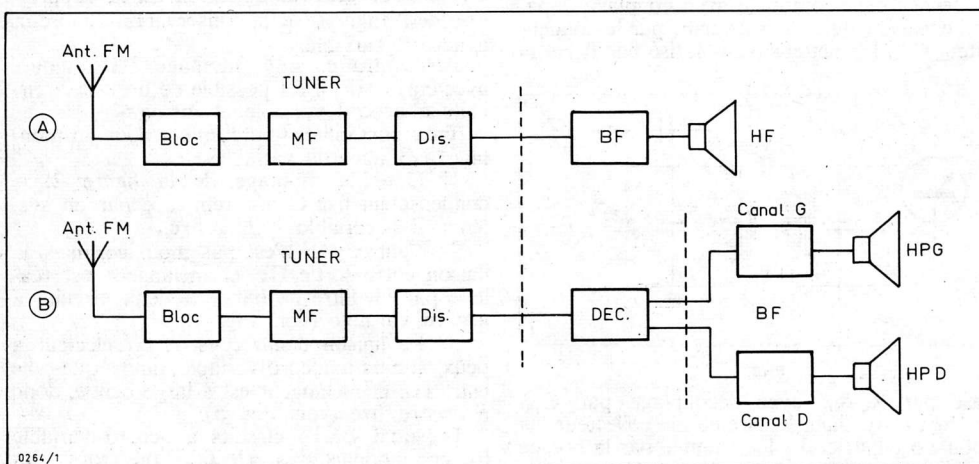

Fig. 1
Indiquons tout de suite que nous donnerons une large place aux montages spéciaux à circuits intégrés utilisés en FM, car dans ce domaine de la radio, les fabricants spécialisés étrangers et français ont réalisé de nombreux CI spéciaux pour la FM, utilisables dans tous les circuits indiqués sur la figure 1, y compris le décodage et la BF, même celle de puissance.
La figure 1 de notre précédent article donne la composition d'un récepteur FM composé d'un tuner, d'un décodeur et d'un ensemble basse fréquence.
La figure 1 ci-après donne à nouveau la composition d'un appareil FM. En A appareil monophonique, en B appareil stéréo.
L'antenne se branche, selon le schéma, aux deux extrémités de la bobine d'entrée L_1-L_2 , dont la prise médiane est à la masse. Le câble d'antenne est un bifilaire symétrique de 300 ohms. En bas de la figure 1 (A), on indique la possibilité de branchement d'un câble coaxial de 75 ohms dont le conducteur extérieur est relié à la prise médiane de masse et le conducteur intérieur à une des extrémités de ce bobinage, par exemple à celle de L_1 .